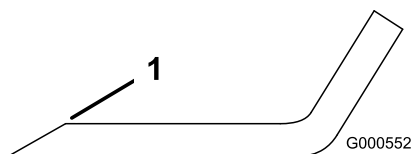

Figure 59
1. Au moyen d'une lime, aigüisez les tranchants aux deux extrémités de la lame (Figure 59).
Remarque: Si la lame est déséquilibrée, limez un peu l'extrémité de l'ailette seulement (Figure 59).